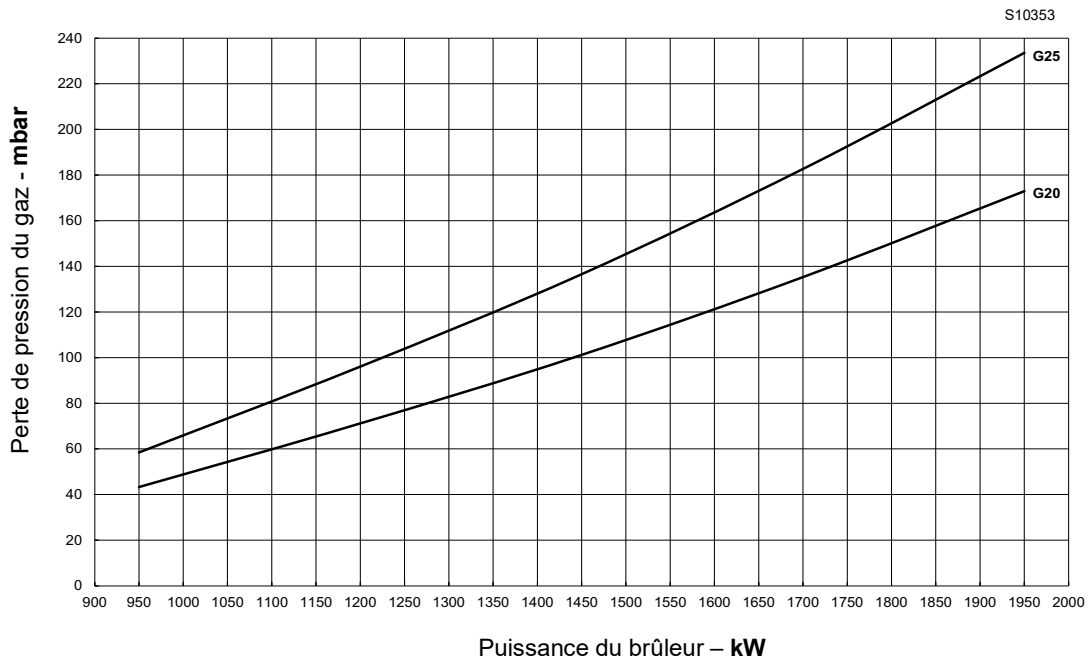
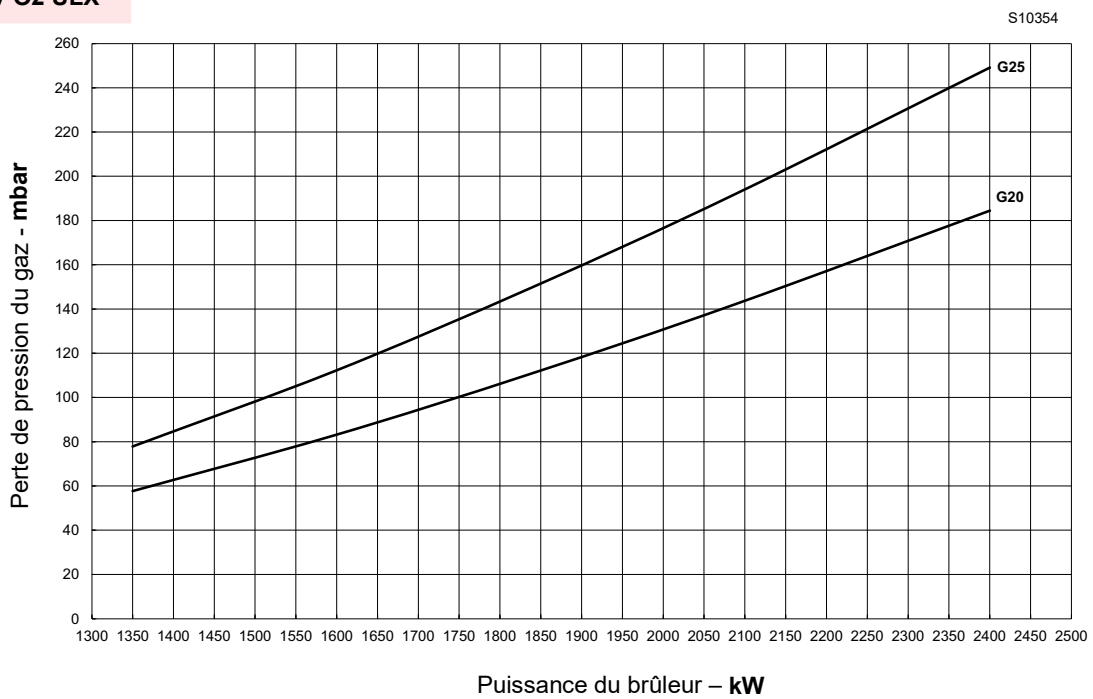

Fig. 27
Fig. 28
- Introduire la valeur en mbar (Fig. 25, Fig. 26, Fig. 27 et Fig. 28) et lire la puissance correspondante sur la ligne.
- trouver la valeur de puissance la plus proche (Fig. 25, Fig. 26, Fig. 27 et Fig. 28).